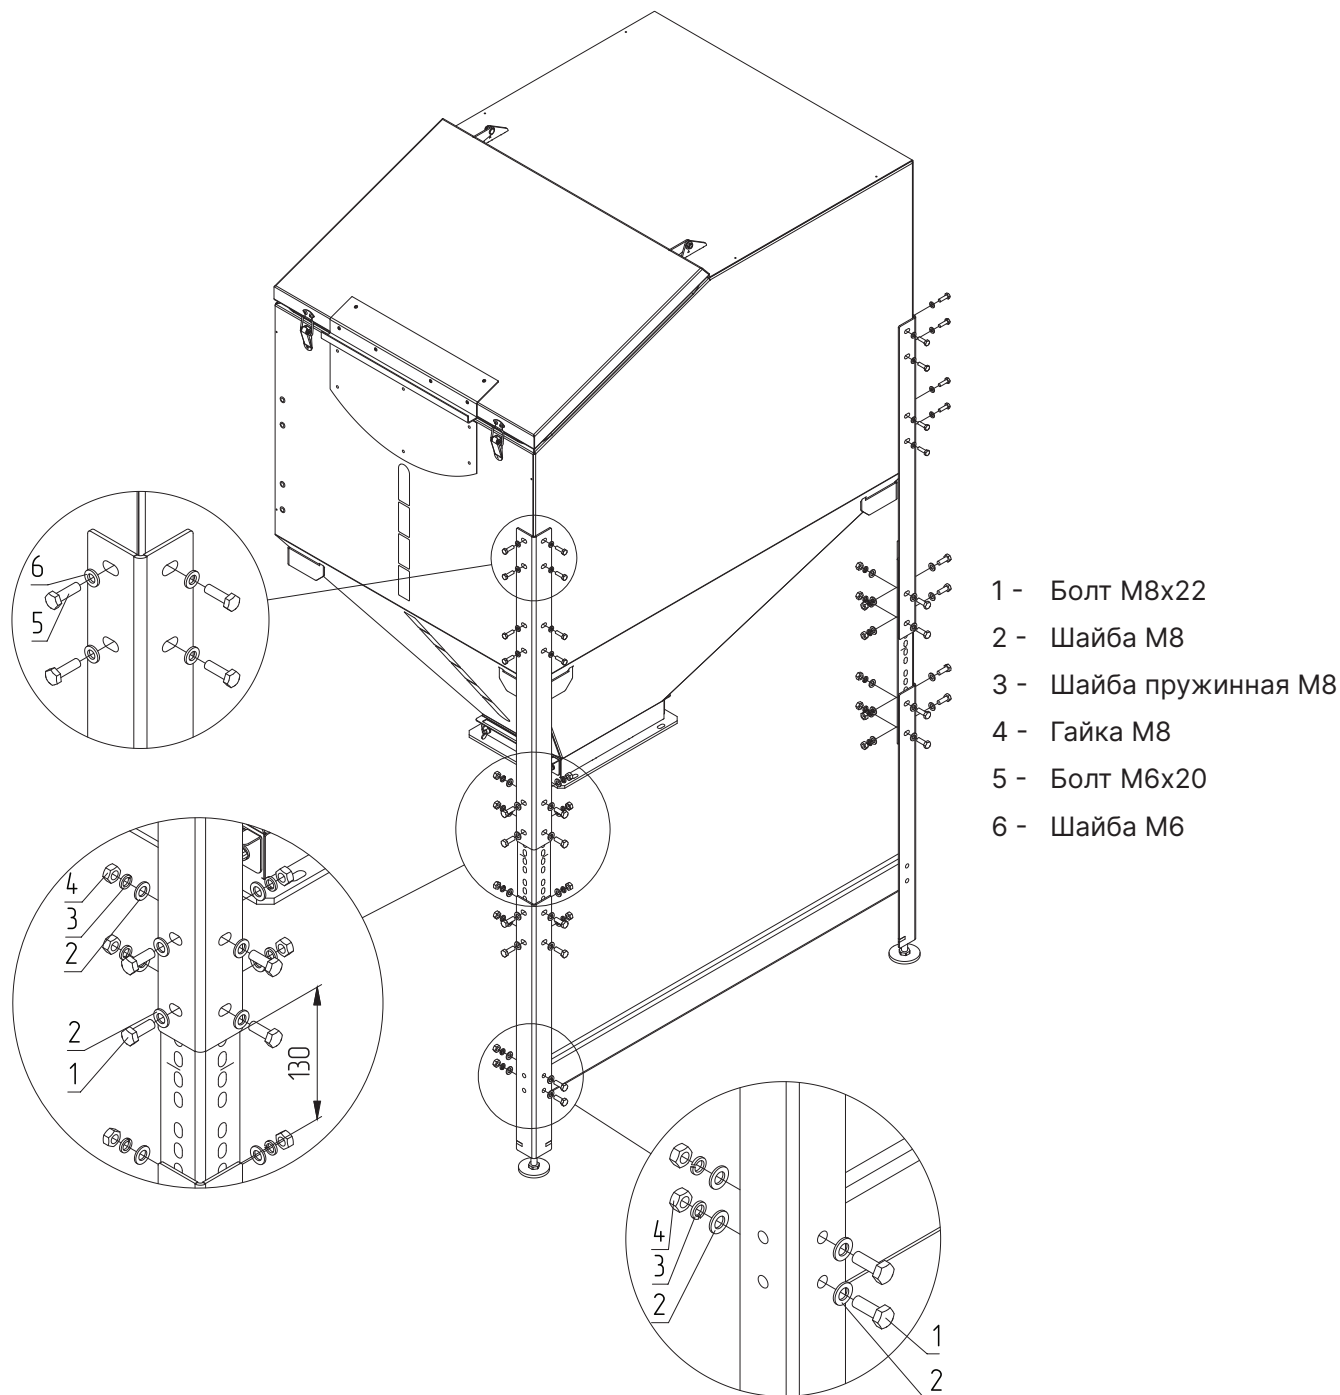

Рис.10 Сборка бункера 700 литров
1. Зафиксируйте нижнюю опору бункера на ножках бункера с помощью крепежей (**Рис.10, поз.1-6**);